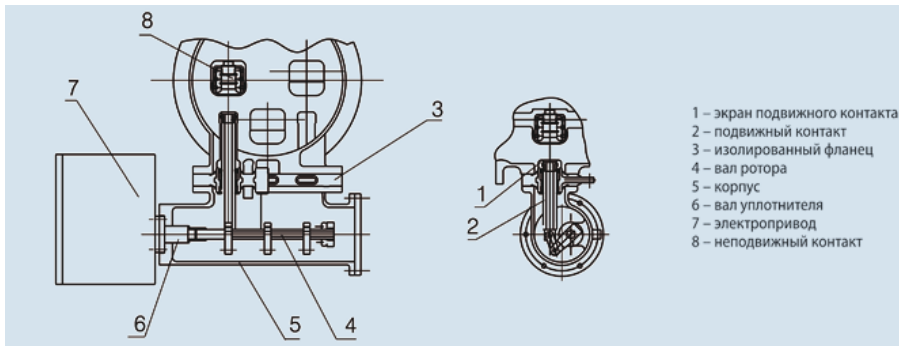
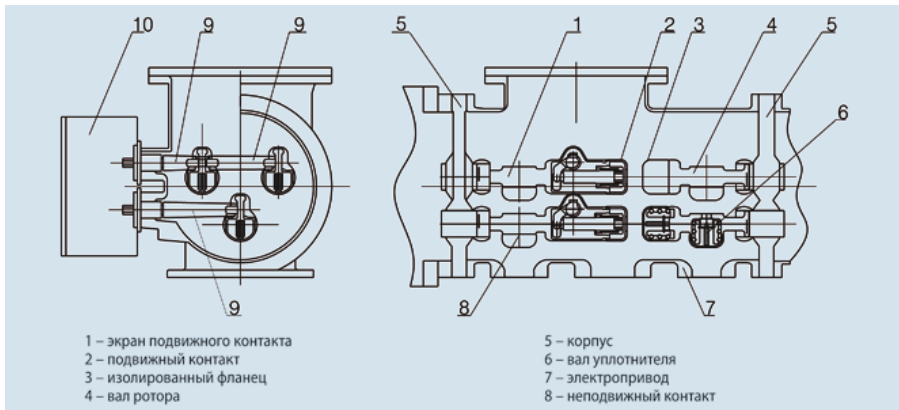

Рис. 3.5 Заземлитель для ремонта
Рис. 3.6 Заземлитель аварийный
3.3.1 Заземлитель NGES1 бывает 2 типов: I – для ремонта (см. рис. 3.5) и II – аварийный (см. рис. 3.6).